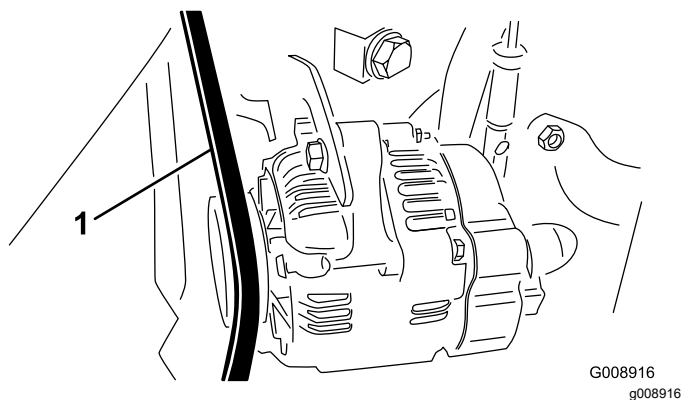

Figure 71
2. Contrôlez la tension de la courroie d'alternateur/de ventilateur en exerçant une force de 30 N·m à mi-chemin entre les poulies d'alternateur et de vilebrequin (Figure 71).